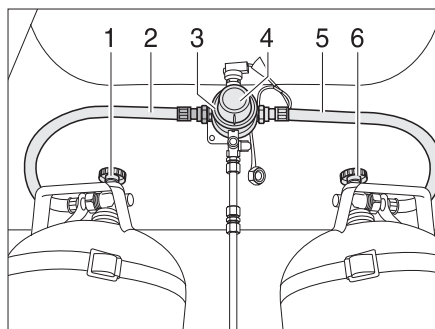
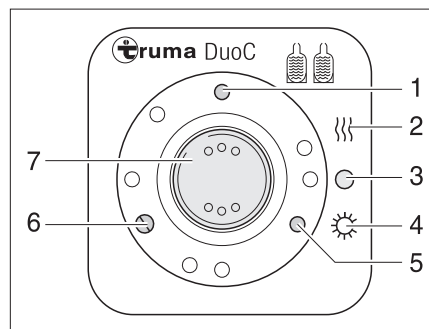

Fig. 187 Dispositif de commutation Duo-Control
Fig. 188 Unité de commande
Le dispositif de commutation DuoControl est composé d'une valve de commutation (Fig. 187,3) et de l'unité de commande (Fig. 188). La valve de commutation est montée entre les lyres (Fig. 187,2 et 5). Un bouton rotatif (Fig. 187,4) situé sur la valve de commutation permet de définir laquelle des bouteilles de gaz est celle de service et laquelle est celle de réserve.
Seules les fonctions électriques peuvent être activées sur l'unité de commande (Fig. 188). Les robinets principaux des bouteilles de gaz (Fig. 187,1 et 6) doivent être ouverts manuellement.
La valve de commutation garantit une pression du gaz constante, indépendamment de la bouteille qui fournit le gaz. Les deux voyants de contrôle de l'unité de commande indiquent le niveau de remplissage de la bouteille de service. Lorsque le voyant de contrôle vert (Fig. 188,6) s'allume, la bouteille de service est entièrement chargée. Lorsque le voyant de contrôle rouge (Fig. 188,5) s'allume, la bouteille de service est vide. L'alimentation en gaz s'effectue également par la bouteille de réserve.
- Ouvrir les robinets principaux des bouteilles de gaz (Fig. 187,1 et 6).
- Choisir la bouteille de gaz avec le bouton rotatif (Fig. 187,4) de la valve de commutation (Fig. 187,3) à partir de laquelle le gaz sera utilisé principalement (bouteille de service).
- Mettre en marche le dispositif de commutation DuoControl sur l'unité de commande (Fig. 188).
Pour ce faire, régler le commutateur à bascule (Fig. 188,7) sur régime hiver "Marche et chauffage" (Fig. 188,2) ou bien sur régime été "Marche" (Fig. 188,4). La valve de commutation est maintenant désaérée. Le voyant de contrôle jaune (Fig. 188,1) s'allume si le régime hiver est sélectionné et l'installation de dégivrage est activée.
- Mettre le commutateur à bascule (Fig. 188,7) sur "O" (Fig. 188,3). Le voyant de contrôle jaune (Fig. 188,1) s'éteint.
- Fermer les robinets principaux des bouteilles de gaz (Fig. 187,1 et 6).
Les voyants de contrôle de l'unité de commande (Fig. 188,5 et 6) signalisent à l'intérieur du véhicule si la bouteille de gaz est en état de marche.
Si le voyant de contrôle vert (Fig. 188,6) s'éteint durant le fonctionnement et le voyant de contrôle rouge (Fig. 188,5) s'allume, la bouteille de gaz définie comme bouteille de service est vide et doit être remplacée. La bouteille de réserve alimente les appareils à gaz.